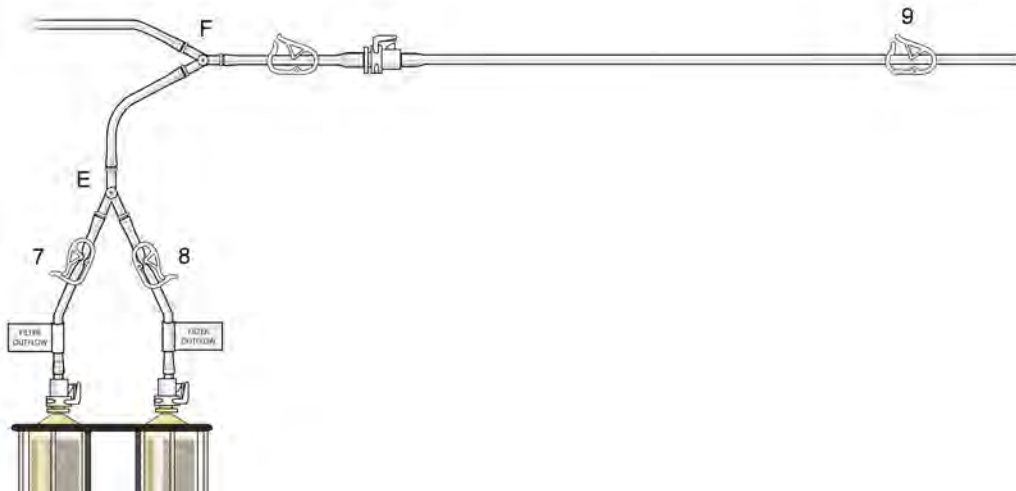

Figura 10
- (i) Retire a “Linha de enchimento/irrigação” da sua bolsa estéril e ligue-a ao engate de ligação rápida localizado proximalmente em relação ao conector em Y “F”, conforme ilustrado na Figura 10. Coloque a extremidade aberta da “Linha de enchimento/irrigação” no recipiente para recolher o efluente da irrigação durante a hidratação dos filtros.